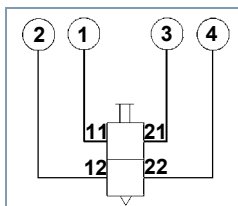

Abb. 3 Prüfstandanschlüsse
- Gerät an Prüfstandanschlüsse anschließen (siehe Abb. 3).